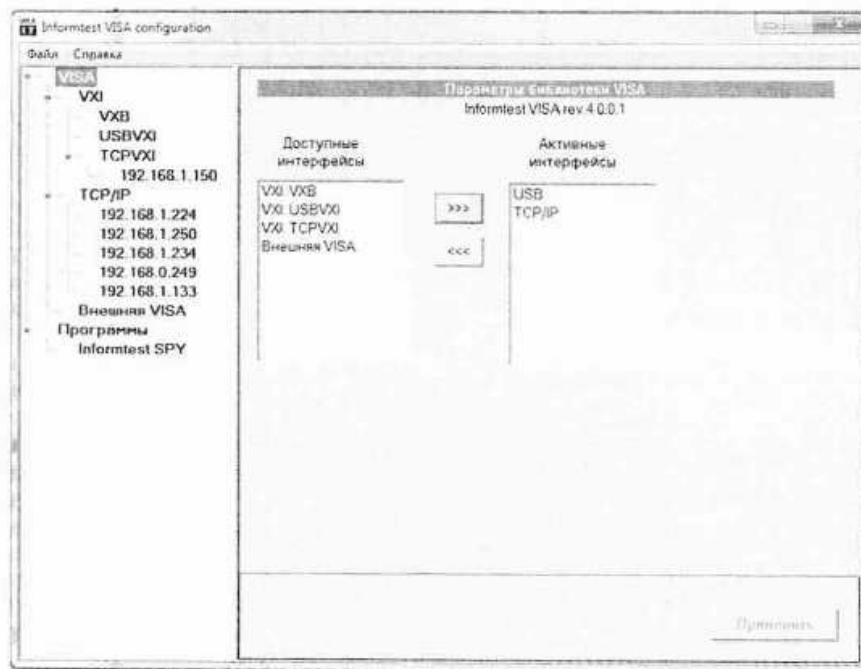

Рисунок 4 – Программная вкладка VISA
- 1) Программная вкладка «VISA». Данная вкладка служит для выбора используемых интерфейсов VISA (см. рисунок 4).
2.2.9.1 Для обеспечения функционирования ВТ-96 по ETHERNET интерфейсу с использованием библиотеки Informtest VISA необходимо в ПО Informtest VISA config (см. п. 2.2.3.1) убедиться в том, что в списке активных интерфейсов присутствует интерфейс TCP/IP (см. рисунок 4). Если в «Активных интерфейсах» нет этого пункта, то его необходимо перенести туда. Для добавления в список активных интерфейсов интерфейса TCP/IP надо в программной вкладке VISA ПО Informtest VISA config в списке доступных интерфейсов выбрать интерфейс TCP/IP, нажать на программную кнопку «>>>», проконтролировать появление в списке активных интерфейсов интерфейса TCP/IP. Для сохранения проведенных изменений необходимо нажать кнопку «Применить».